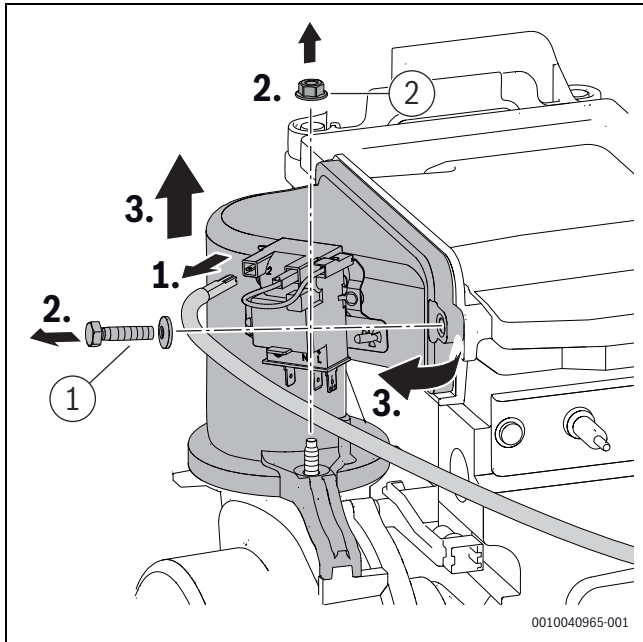

Bild 64 Mischeinrichtung ausbauen
- Schraube und Mutter ([1] und [2], Bild 64) an der Mischeinrichtung mit 5,5+0,5 Nm festziehen.